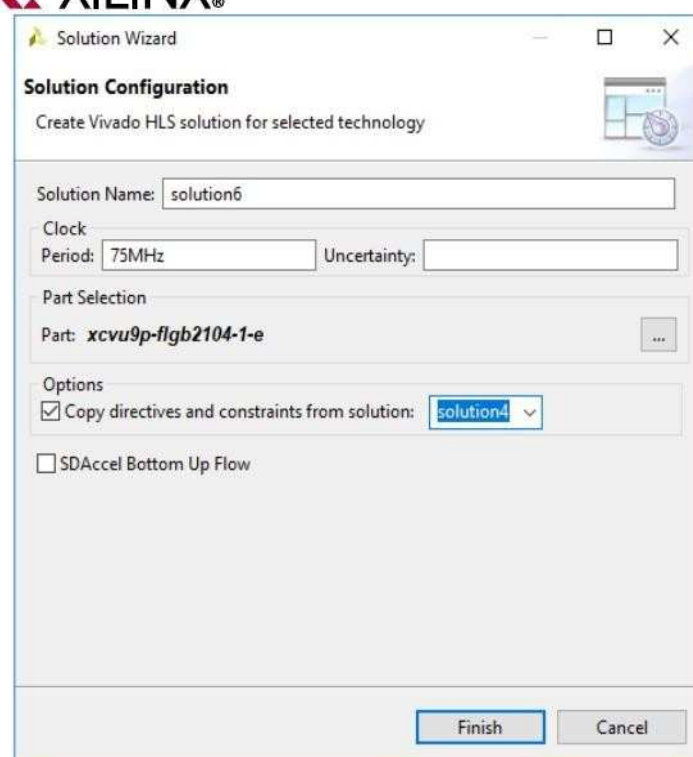

图 7-17: 基于 Solution4 directive 3 的新解决方案
2. 从 “选项” 部分的下拉菜单中选择 “解决方案 4”。解决方案向导如图 7-17 所示。